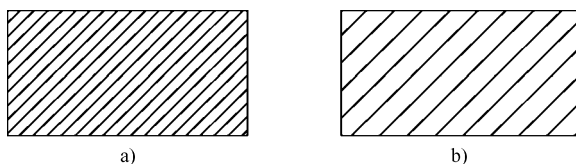

图 8-7 填充图案 “比例” 设置示例
- “图案填充比例” 文本框：用于指定填充图案的比例参数。默认设置为 “1”，可以根据需要进行放大或缩小。如图 8-7 所示为金属剖面线的 “比例” 设置示例。